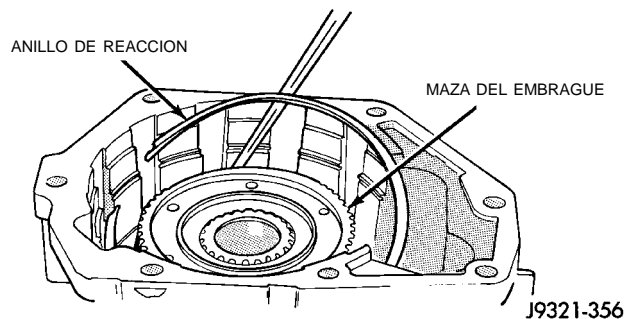

Fig. 206 Desmontaje/instalación del anillo de muelle de reacción del embrague de sobremarcha
(2) Retire el anillo de muelle de reacción del embrague de sobremarcha (Fig. 206). Observe que el anillo de muelle esté instalado en la misma acanaladura que el muelle ondulado.